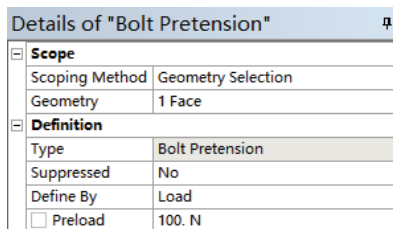
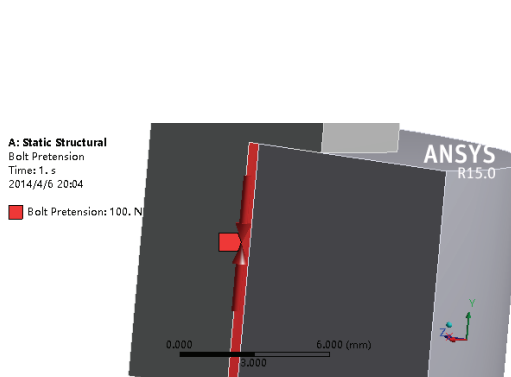

图 8-26 预紧力设置
图 8-27 预紧力设置结果
9) 单击 Pretension 对象, 选择圆柱面, 在 Geometry 中单击 Apply, 并设置 100N 的载荷, 设置细节如图 8-26 所示, 设置结果如图 8-27 所示。